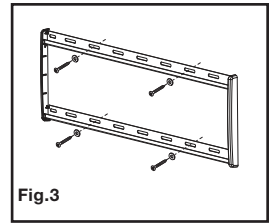

Fig.3
- Una la placa de la pared a la pared usando los tornillos M6.3 x 63 (A) y arandelas (B) suministradas (ver Fig. 3). **No apriete excesivamente estos pernos y no libere la placa de la pared hasta que todos los pernos estén en su sitio.** Asegúrese que la placa de la pared permanezca nivelada después de que todos los pernos estén asegurados.